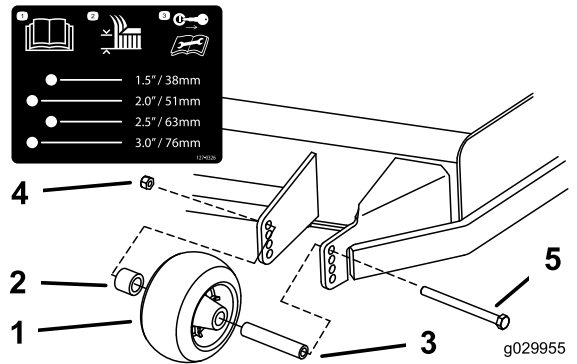

Bild 29
3. Stellen Sie die Antiskalpierrollen ein, wie in Bild 29, Bild 30 und Bild 31 abgebildet.